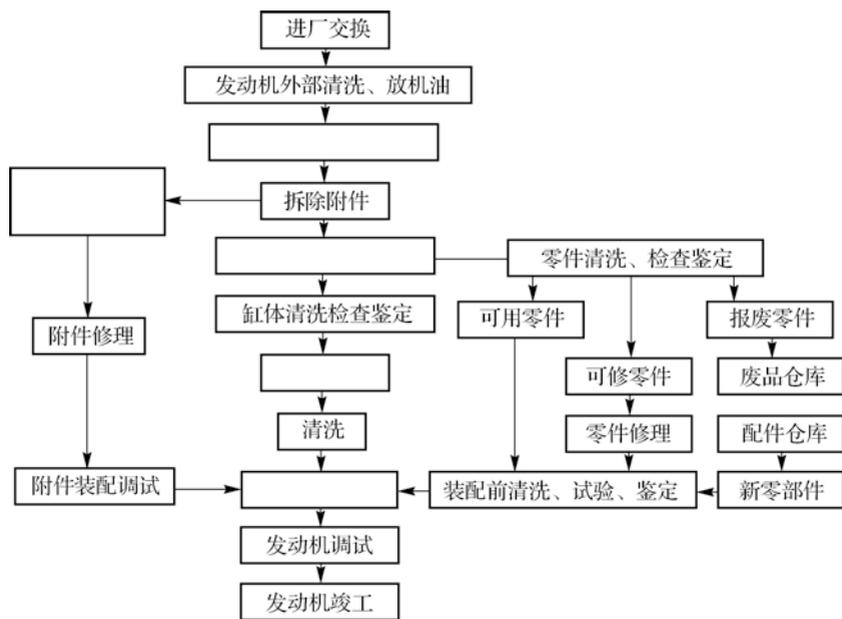

图 1-5 发动机大修工艺过程框图
**18. 读图 1-5 发动机大修工艺过程框图, 并将空白部分补充完整。**